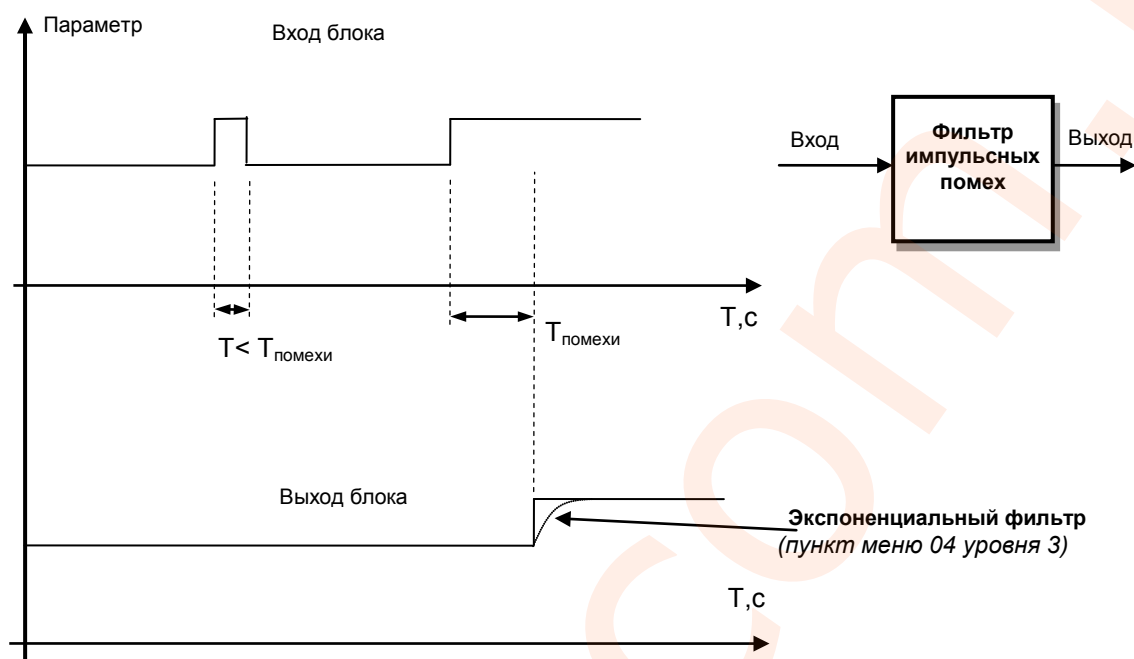

Рисунок 5.6 – Принцип работы фильтра импульсных помех и экспоненциального фильтра
1. Фильтр импульсных помех. Используется для подавления импульсных помех. Определяется параметром **3.05** «Максимальная длительность импульсной помехи». Если в каком либо цикле измерения технологического параметра обнаружено его изменение, то предполагается возможность действия помехи и выходной сигнал сформируется (с учетом усреднения измерительных значений) по истечении установленного времени длительности помехи. То есть, если длительность изменения сигнала больше заданного  $T_{\text{помехи}}$ , то это изменение рассценивается как естественное и принимается в дальнейшую обработку с задержкой времени  $T_{\text{помехи}}$  (рисунок 5.6). Работа данного фильтра вносит дополнительное транспортное запаздывание в систему регулирования, которое равно величине параметра «Максимальная длительность импульсной помехи». Поэтому всегда нужно стремиться минимизировать данный параметр.
4. Экспоненциальный фильтр (рисунок 5.6). Фильтр используется для подавления помех, а также для подавления «дребезга» индикации (частых изменений показания индикатора из-за колебаний входного сигнала). Определяется параметром **3.04** «Постоянная времени цифрового фильтра».